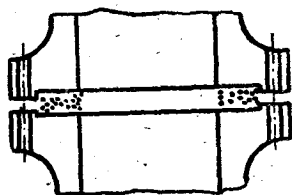

图 6 表示橡皮垫鑲入法蘭盤的凹面內
(1) 进气閥漏 进气閥必須研磨好，要磨到倒进汽油 进气閥也不漏才行，正象一般內燃机修理工人所常做的那样。開車时如运转不正常，可用柴油潤滑它。
(2) 排气內閥 同样也要达到上項标准。如果达不到 必須重新研磨，到达到标准为止，开度不宜大于10公厘。
(3) 排气外閥 排气时不宜关闭过紧，但当缸內造成 低压时，它必須能保証外面空气不向汽缸內流，任何小的漏气都是不能允許的。
(4) 底閥(即蓮蓬头) 应檢查是否漏水。为了保証試車 的可靠，不妨采用蘑菇头式的。为了减少进水阻力，可以將鑄鉄閥門改为鋼板的。这样可以減輕一些重量，但也同时要加防銹层，蓮蓬头在离心水泵用时压力較小，开閉的頻率也較低，用在內燃水泵时应注意下面兩点：
① 橡皮垫很容易打坏，可以改用薄石棉板，也可以在放橡皮垫的一圈略車低些，使不至冲开，如图 6 所示。